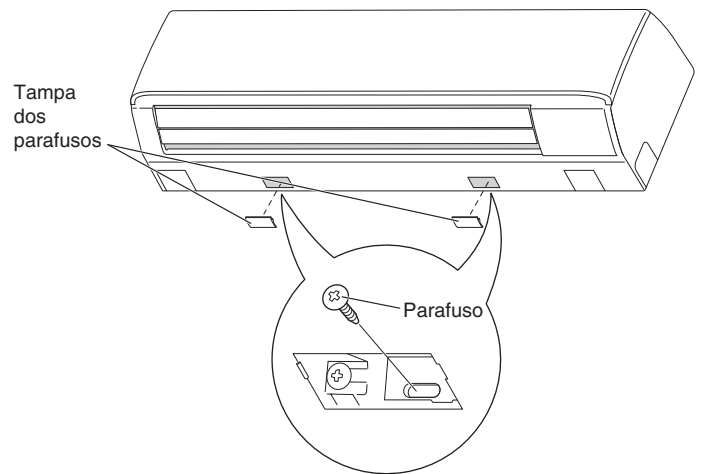

Fig. 3-34
- (1) Retire a tampa dos parafusos na superfície inferior. (Fig. 3-34)
- (2) Aperte a armação ao painel traseiro utilizando os 2 parafusos para madeira fornecidos 4×10 mm. (Fig. 3-34)